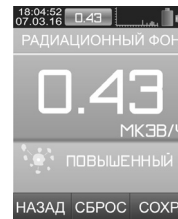

Рис. 11
- 2) Повышенный радиационный фон. Нахождение в зоне с таким фоном не должно превышать 30 минут (рис. 11).